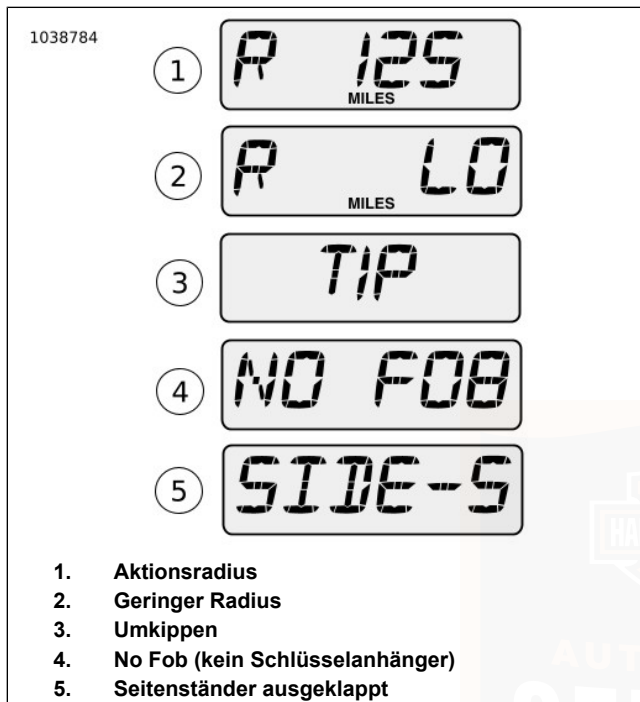

Abbildung 26. Anzeigen im Kilometeranzeigefenster
Siehe Abbildung 26. Die Aktionsradiusanzeige (1) zeigt die ungefähre Kilometerstrecke an, die mit dem derzeitigen Tankinhalt noch gefahren werden kann.
Siehe Abbildung 26. Wenn die verbleibende Reichweite auf ca. 10 km oder 10 Meilen geschrumpft ist, erscheint als Aktionsradiusanzeige „R LO“ (geringe Reichweite) (2), um
Siehe Abbildung 26. Sollte das Motorrad umkippen, wird in der Displayanzeige „TIP“ (3; „umgekippt“) eingeblendet. Der Motor kann erst nach dem Zurücksetzen wieder gestartet werden.
Siehe Abbildung 26. Wenn das Motorrad weggefahren wird, ohne den Schlüsselanhänger mitzunehmen, erscheint auf der Kilometeranzeige vorübergehend „NO FOB“ (4) (kein Schlüsselanhänger).
Siehe Abbildung 26. Bei internationalen Modellen (HDI) wird die Meldung „SIDE-STAND“ (5) eingeblendet, wenn bei ausgeklapptem Ständer ein Gang eingelegt wird. Siehe VOR DER FAHRT > BETÄTIGEN DES STÄNDERS (Seite 44).